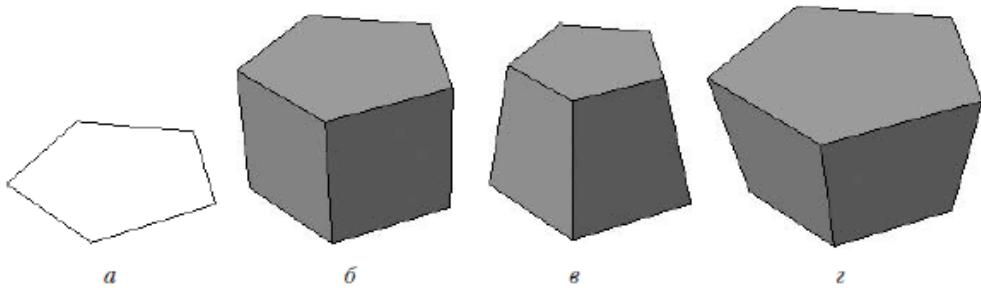

Рис. 3.5. Выдавливание: эскиз (а), сформированный трехмерный элемент (б), уклон внутрь (в) и уклон наружу (г)
- **Выдавливание.** Форма трехмерного элемента образуется путем смещения эскиза операции (рис. 3.5, а) строго по нормали к его плоскости (рис. 3.5, б). Во время выдавливания можно задать уклон внутрь или наружу (рис. 3.5, в и г). Контур эскиза выдавливания не должен иметь самопересечений. Эскизом могут быть: один замкнутый контур, один незамкнутый контур или несколько замкнутых контуров (они не должны пересекаться между собой). Если вы формируете основание твердого тела выдавливанием и используете в эскизе несколько замкнутых контуров, то все эти контуры должны размещаться внутри одного габаритного контура, иначе вы не сможете выполнить операцию. При вырезании или добавлении материала выдавливанием замкнутые контуры могут размещаться произвольно.